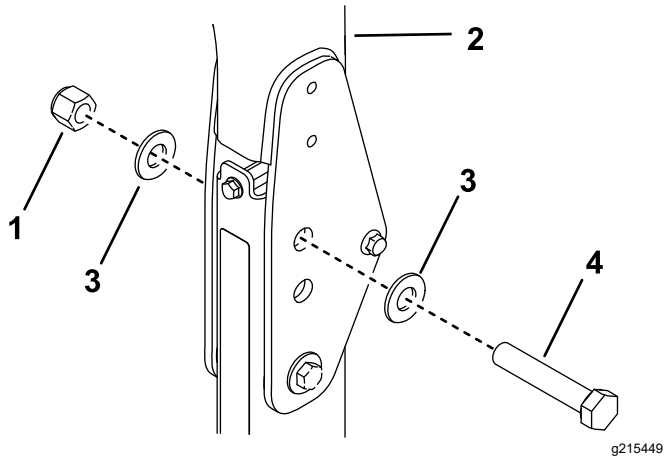

Figure 34
2. Placez une rondelle (13/16" x 1½") sur chaque boulon (¾" x 4"), comme montré à la Figure 34.
3. Placez les boulons et rondelles dans les trous occupés précédemment par les axes (Figure 34).
4. Placez une autre rondelle sur chaque boulon et fixez le tout avec des écrous (¾"), comme montré à la Figure 34.